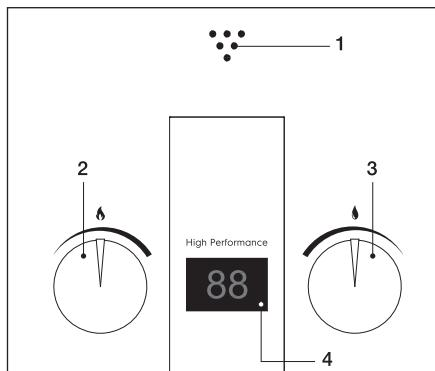

Рис. 3
Поверните регулятор мощности (см. рис. 3) на требуемый уровень мощности. Регулятор мощности может использоваться для предварительной плавной регулировки производительности в диапазоне от 50% до 100% от номинального значения.
Изменение температуры воды осуществляется с помощью регулятора протока (см. рис. 3).
- Снимите регуляторы протока и мощности со стержня (рис. 3).